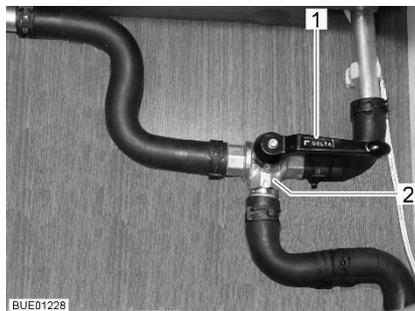

Fig. 141 Válvula de 3 vías
- Poner la palanca (Fig. 141,1) de la válvula de 3 vías (Fig. 141,2) en posición paralela al sentido de flujo recto (Fig. 141).
- Poner la palanca (Fig. 141,1) de la válvula de 3 vías (Fig. 141,2) en posición transversal al sentido de flujo recto.